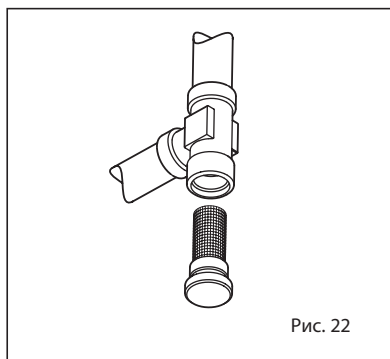

Рис. 22
4.5.2 Очистка «Система защитного фильтра воды» (рис. 22)
4.5.3 Функция сушки стяжки (рис. 22/а)